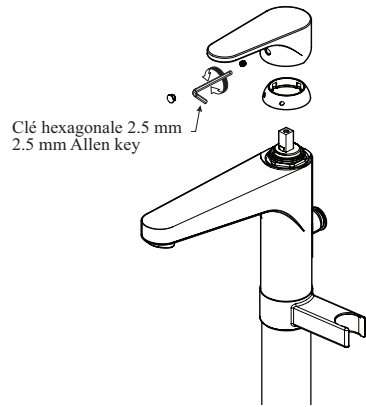

fig. 8.1
- Serrer l'**écrou de retenue** à l'aide d'une clé à molette (fig. 8.1).
- Tighten the **retainer nut** using adjustable wrench (fig. 8.1).